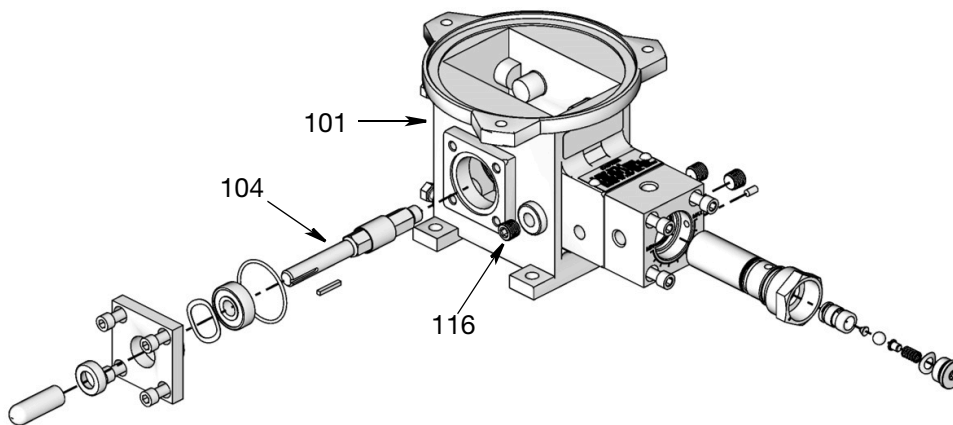

图 10:
3. 拆下管塞（116，图 10），将机油或润滑脂排入合适的干净容器中。
有关在以下说明中用到的参考号，请参考图 10。